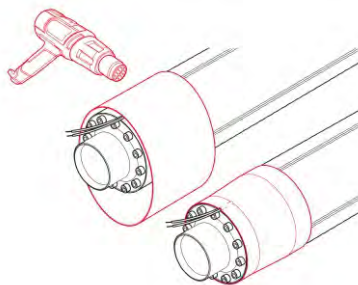

Рис. 3.9.3
3. Усадить термоусаживаемый рукав газовой горелкой, паяльной лампой или техническим феном (рис. 3.9.3). Во время усадки пламя горелки необходимо перемещать вокруг трубы, равномерно прогревая всю поверхность рукава. Следует избегать перегрева рукава и защитной оболочки трубы.